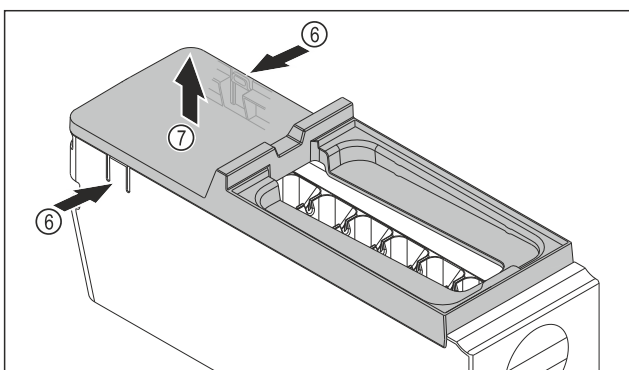

Fig. 137
- ▶ Afdekking van de EasyTwist-Ice-corpus wegnemen: Strips Fig. 137 (6) aan beide zijden van de EasyTwist-Ice-corpus met een hand indrukken.
- ▶ Afdekking Fig. 137 (7) met de andere hand van bovenaf wegnemen.